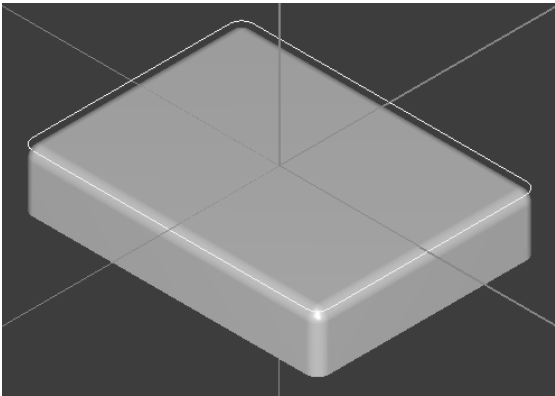

图 6-14 福娃反面加工 CAD 模型
1) 新建 Mastercam 文档，在默认界面，绘制矩形  $78\text{mm}\times 58\text{mm}$ ，角落倒圆角：开，半径：3，如图 6-14 所示。